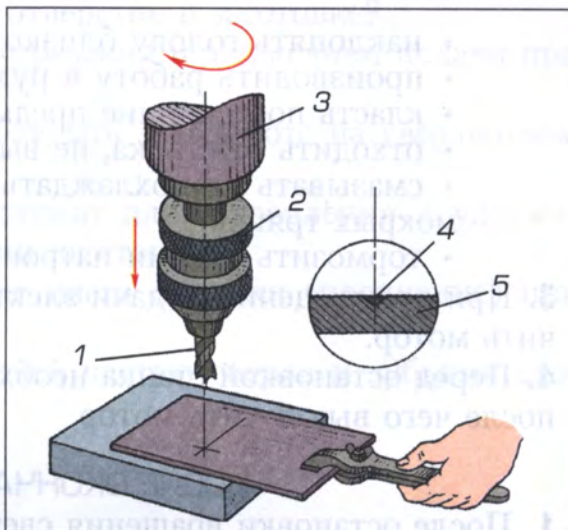

Рис. 227. Сверление: 1 – сверло, 2 – патрон, 3 – шпиндель, 4 – керн, 5 – заготовка
4. Перед сверлением добейтесь совмещения вершины сверла с керном в заготовке (рис. 227).